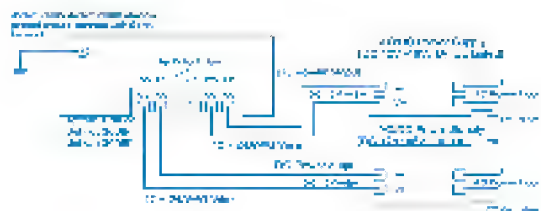

Fig. 2
2. Ajuste los tornillos del terminal para asegurar la conexión (Ver Fig. 2)